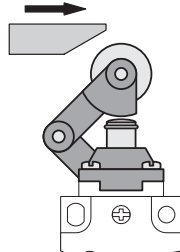
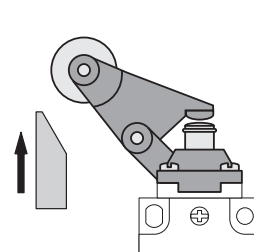

fig 3
fig 4
- Nos cabeçotes de alavanca horizontal e vertical (tipos H e V), recomenda-se apenas um sentido de acionamento (fig 3 e fig 4).
② Típico para todas as cames